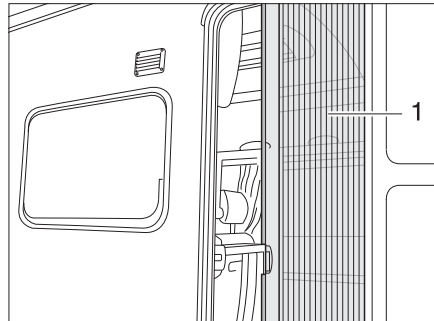

Bild 27 Insektsskydd
- Öppna:** ■ Ta tag i handtaget (Bild 27,1) och dra ut insektsskyddet helt.
- Stänga:** ■ Ta tag i handtaget (Bild 27,1) och skjut tillbaka insektsskyddet.